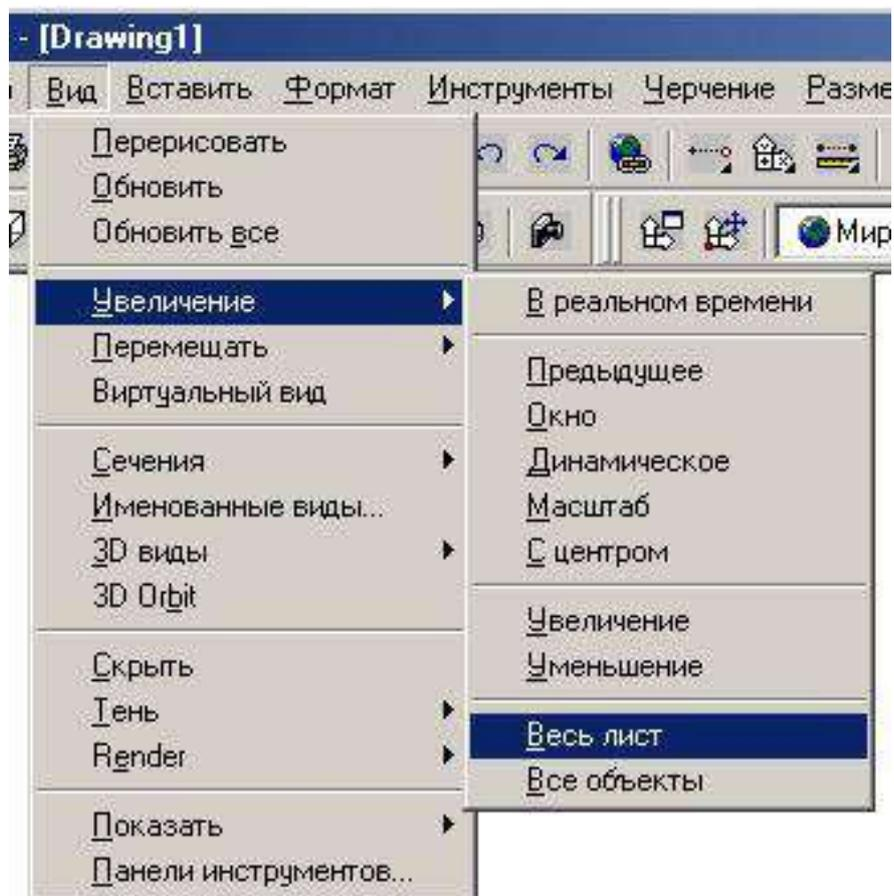

Рис. 6
7. Покажите всю область черчения: **Вид/Увеличение/Весь лист (View/Zoom/All)** (рис. 6).